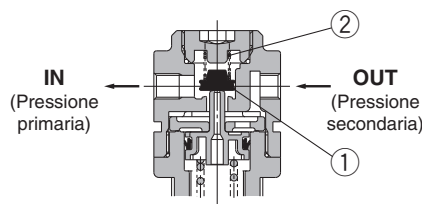

Figura 2
Quando la pressione primaria supera la pressione di regolazione, la valvola unidirezionale funziona come un regolatore normale (Figura 1). Quando la pressione primaria viene interrotta e scaricata, tutta la pressione applicata alla valvola ① si perde. La forza che mantiene in sede la valvola ① è esercitata esclusivamente dalla molla della valvola ②. Quando la valvola ① viene aperta mediante forza secondaria, la pressione secondaria viene scaricata sul lato d'ingresso. (Figura 2)
Figura 2 by-pass
Quando la pressione primaria viene chiusa e rilasciata, la valvola unidirezionale ② si apre e la pressione nella camera della membrana q viene rilasciata sul lato d'entrata (Figura 2).
Questo fenomeno abbassa la pressione presente nella camera della membrana ① e la forza generata dalla molla del regolatore di pressione ③ solleva la membrana. La valvola ④ si apre mediante uno stelo, e la pressione secondaria viene rilasciata sul lato d'ingresso (Figura 2).